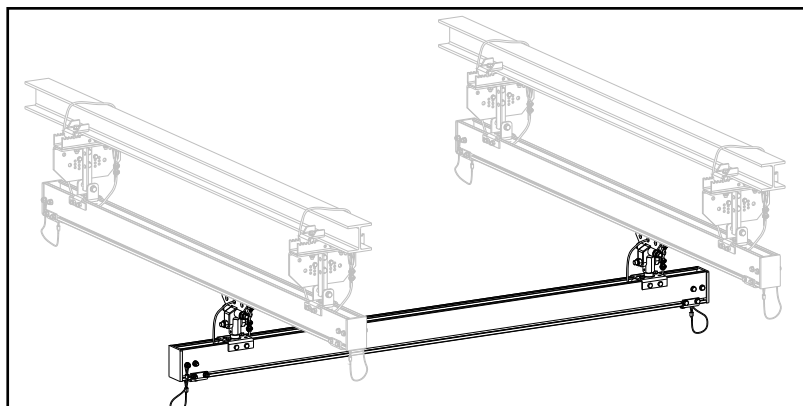

Figura 3-3
- Paso 8. Meta los carros de carga o de grúa en el canal del riel. Vea Figura 3-3.